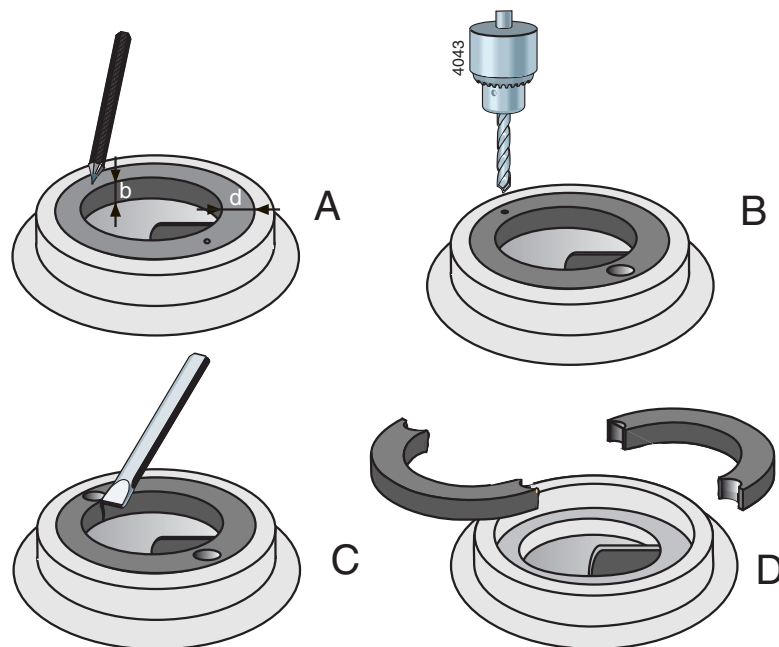

Figure 9: Démontage de la bague d'usure.
- 1 Mesurez l'épaisseur (D) et la largeur (B) de la bague, voir figure 9 A.
- 2 Faites un orifice de centrage au milieu du bord de la bague en deux points opposés, voir figure 9 B.
- 3 Utilisez une mèche dont le diamètre est un peu plus petit que l'épaisseur (D) de la bague pour percer deux trous dans la bague, voir figure 9 C. Ne percez pas plus profond que la largeur (B) de la bague. Prenez soin de ne pas endommager le bord d'ajustage du corps de pompe.
- 4 Coupez l'épaisseur restante de la bague à l'aide d'un ciseau. Vous pouvez maintenant déposer la bague en deux parties du corps de pompe, voir figure 9 D.